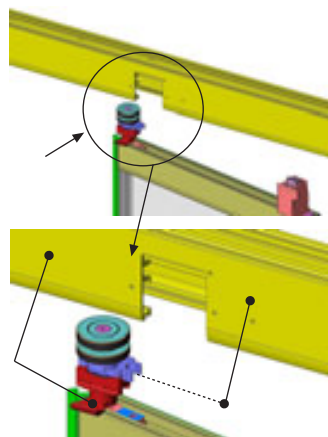

Figura 14
- Durante el proceso de introducción, la patilla de bloqueo tendrá que estar 90° con respecto al "Perfil Marco Superior" (figura 14), siempre visible por el exterior del "Perfil Marco Superior". Al mismo tiempo el casquillo clip debe introducirse y quedar alineado longitudinalmente con el perfil, tal y como se aprecia (figura 14).